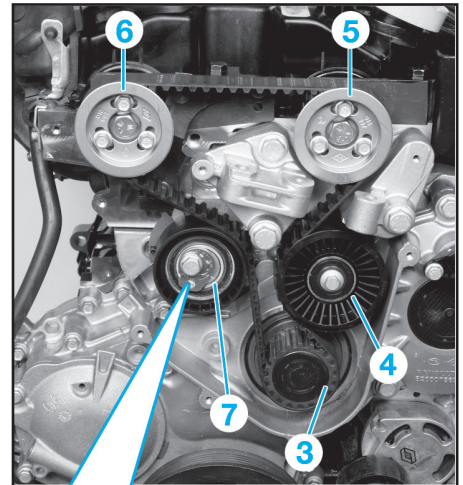

Fig.21
Reposer le galet tendeur sans bloquer la vis et en positionnant correctement la goupille (1) dans la rainure (2) (Fig.21). Mettre en place la courroie de distribution, en commençant par le pignon intermédiaire (3), le galet enrouleur (4), le pignon d'arbre à cames d'admission (5), le pignon d'arbre à cames d'échappement (6) et le galet tendeur (7).
Mettre une clé six pans de 6 mm (8) dans l'orifice de l'excentrique du galet tendeur (Fig.21).
L'index mobile (9) du galet tendeur doit être aligné sur l'arête (10) (Fig.21).